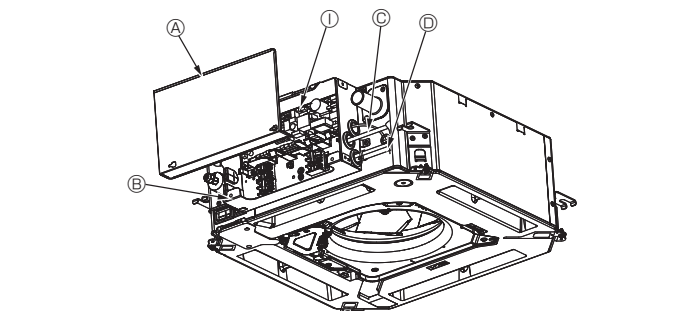
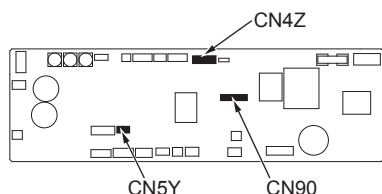
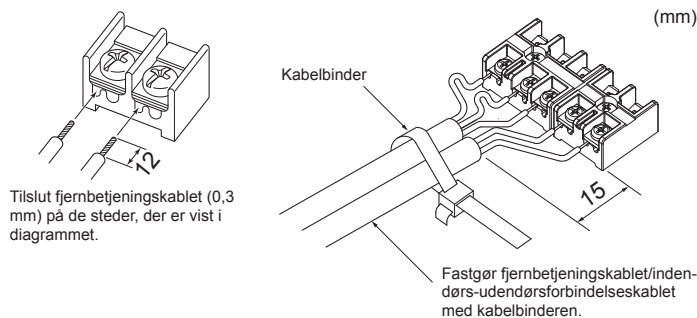

Fig. 4-1
Fig. 4-2
Fig. 4-3
4.1. Indendørsenhed (Fig. 4-1, Fig. 4-2, Fig. 4-3)